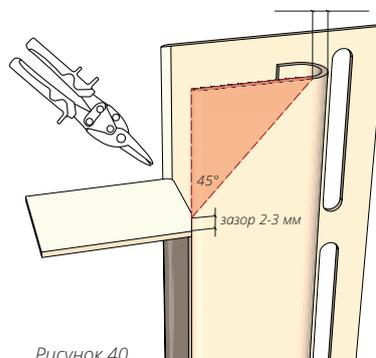

Рисунок 40
**14.4** Если соединение лицевой части нужно сделать под  $45^\circ$ , подрежьте J-профиль согласно рис. 40.